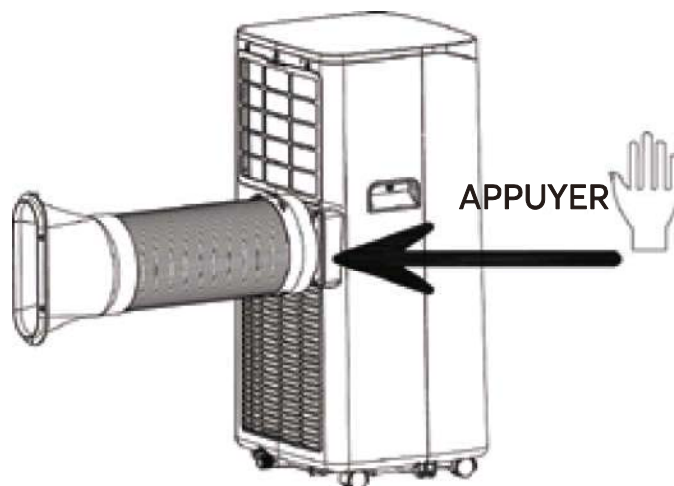

Fig. 1
## 1.1 Installation du caloduc (voir Fig. 1)
- 2) Introduisez le groupe du caloduc (l'extrémité du joint d'évacuation) dans la fente de l'évent du panneau arrière (poussez vers la gauche) et terminez le montage (voir figure 1).